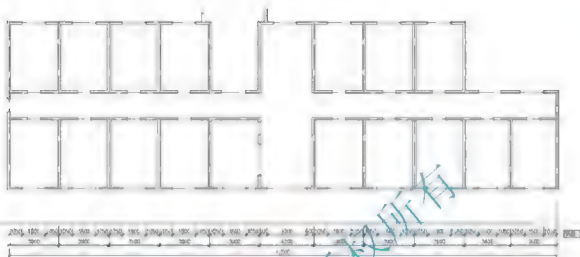

图 3.50 指定第二条尺寸界线原点
(3) 在指定第二条尺寸界线原点或[放弃(U)/选择(S)] 选择 : 提示下, 将光标向右上拖动, 捕捉图 3.50 所示的第 12 根轴线的尺寸界线的起点作为第二条尺寸界线原点。